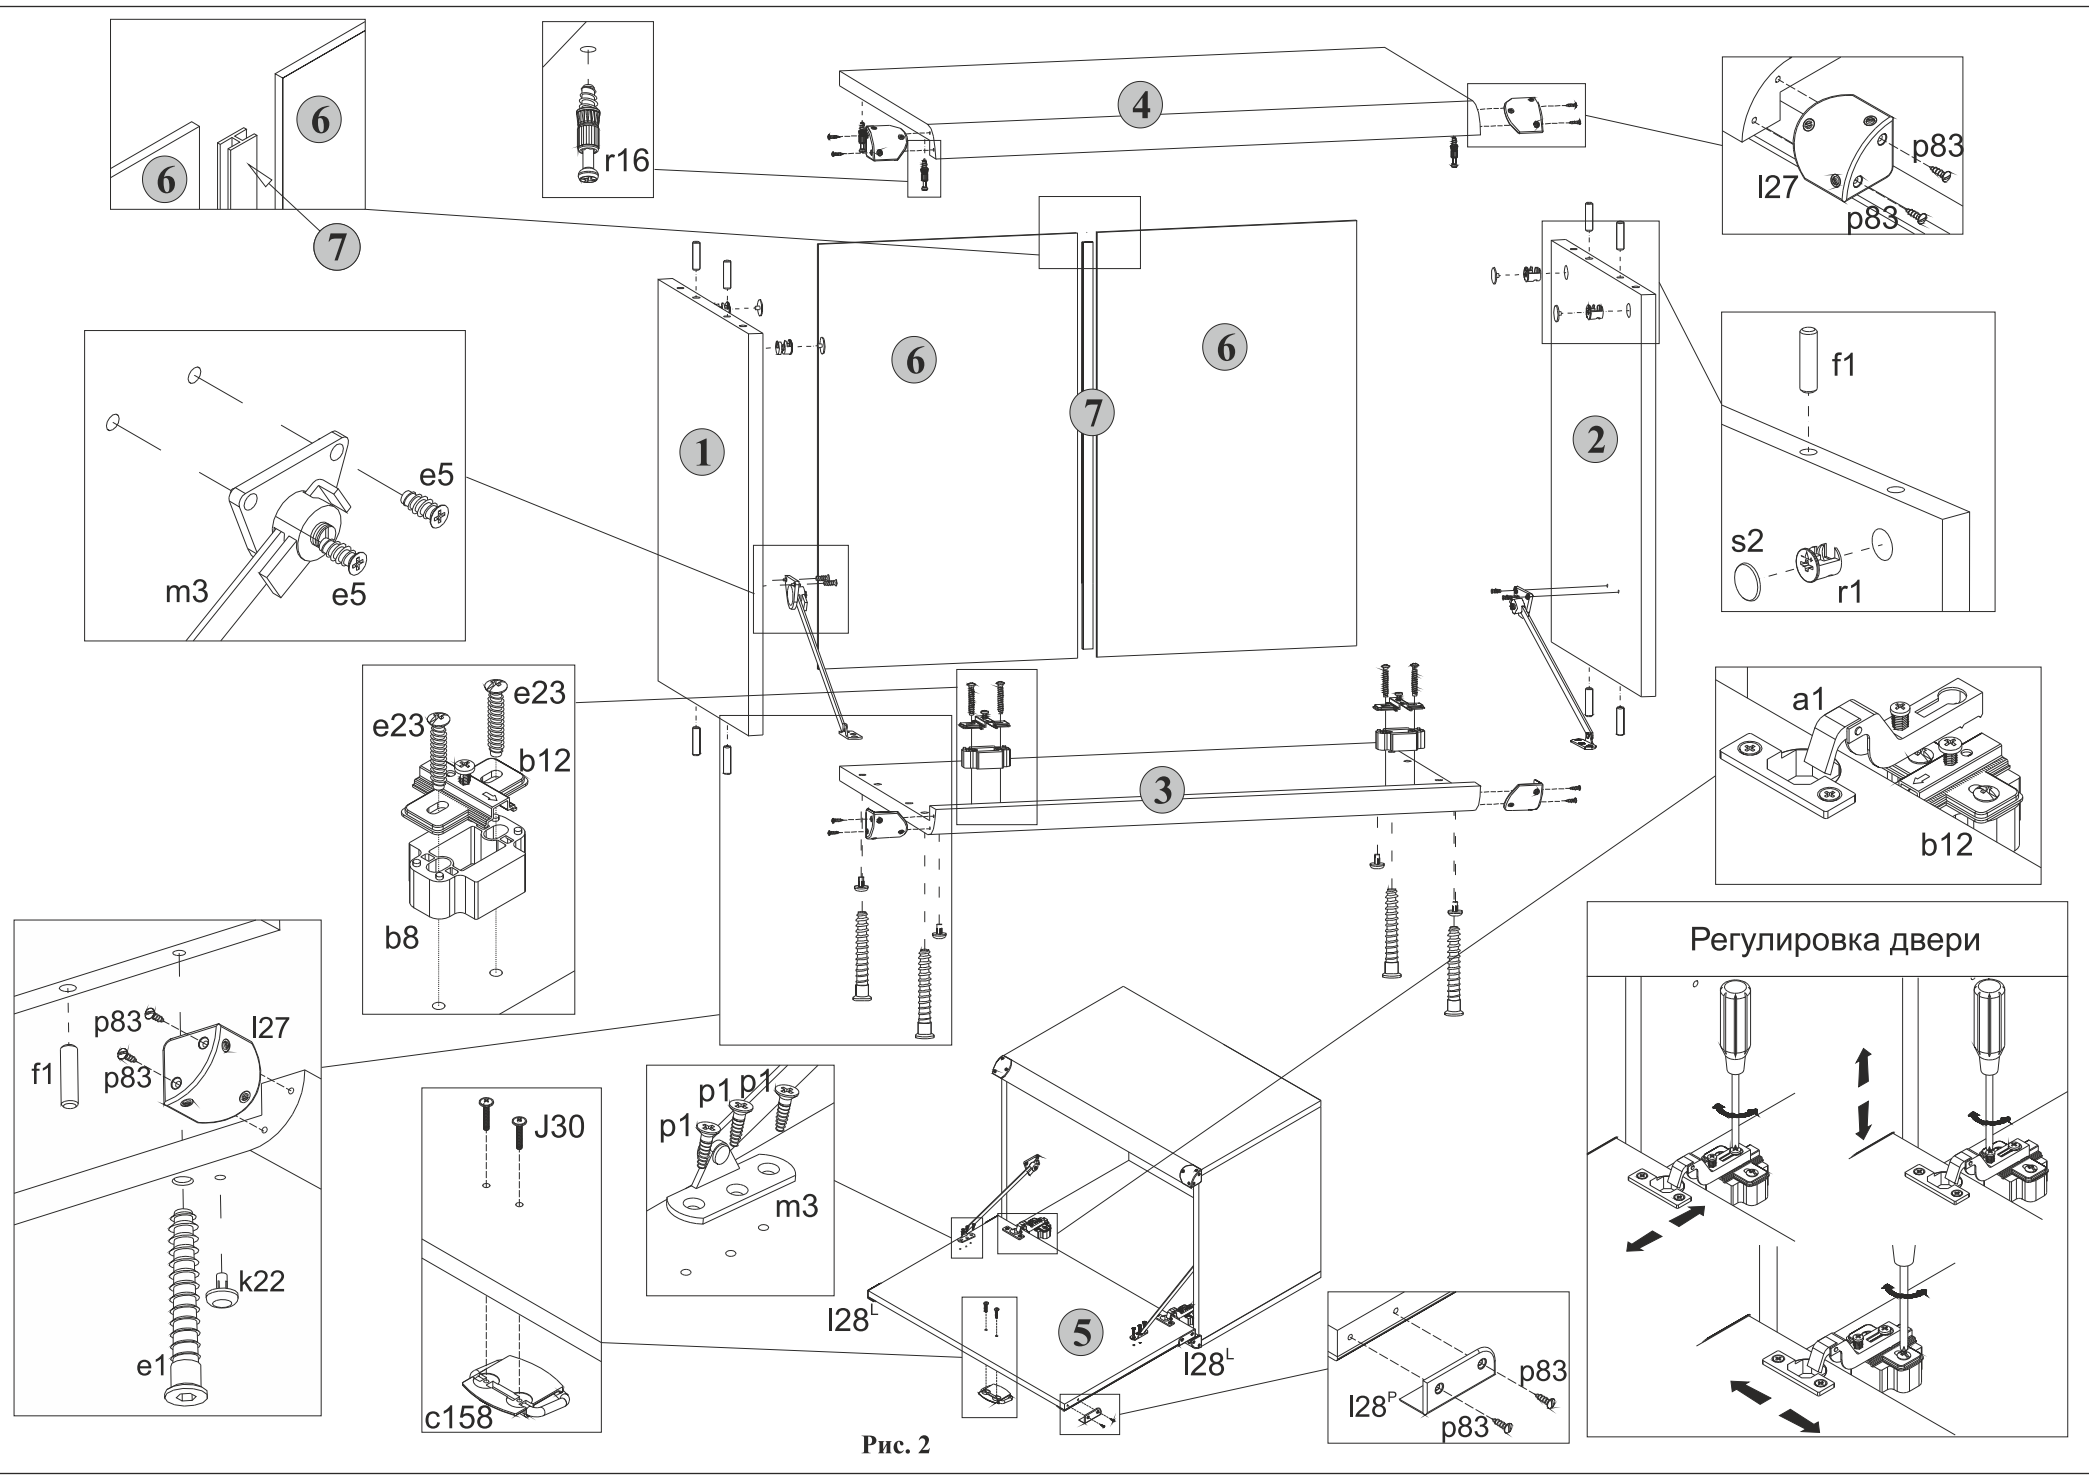

Рис. 2
5.2 В отверстия диаметром **8 мм** на верхних и нижних краях стенок боковых **1** и **2** вбить деревянные шканты **f1** (см.рис. 2).
5.4 В отверстия диаметром **5 мм** на нижней поверхности щита верхнего **4** вкрутить винты стяжки **r16**, пользуясь крестообразной отверткой (см.рис. 2).
5.5 На внутренних поверхностях стенок боковых **1** и **2** в отверстия диаметром **15 мм** вставить стяжки эксцентриковые **r1** (см.рис. 2).
5.6 В отверстия диаметром **4,5 мм** на нижней поверхности щита нижнего **3** вставить опоры полимерные **k22** (подпятники) (см.рис. 2).
5.9 К стенкам боковым **1** и **2** присоединить щит нижний **3** и стянуть еврошурупами **e1**, пользуясь специальным ключом **z1** из комплекта фурнитуры (см.рис. 2).
5.12 Положить дверь **5** фасадной поверхностью вниз на ровную поверхность. Закрепить на двери петли шарнирные **a1**, пользуясь крестообразной отверткой (см.рис.2).
5.13 Навесить дверь на корпус тумбы, совместив петли шарнирные **a1** с направляющими петель **b12** (см.рис.2). При необходимости отрегулировать положение двери вращая регулировочные винты, как показано на **рисунке 2**.